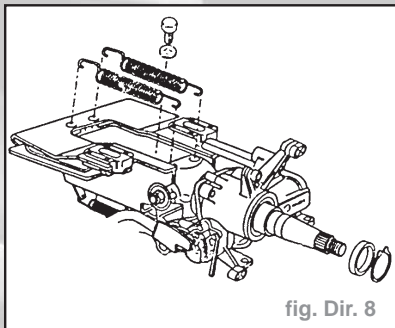

fig. Dir. 8
- Déposer en plus la vis de serrage de l'accouplement supérieur et retirer l'arbre inférieur et l'accouplement de la colonne de direction (fig. Dir. 8).
- L'arrêter sur l'accouplement d'arbre supérieur à l'aide d'une vis de serrage (fig. Dir. 8).